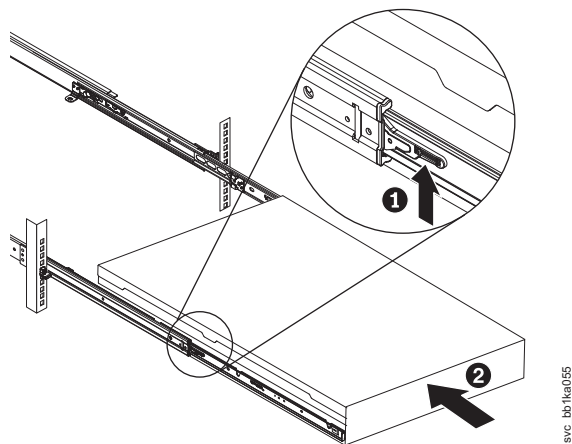

Figura 72. Levantando as Alavancas de Travamento dos Trilhos Deslizantes do Rack
11. Levante as alavancas de travamento (**1** na Figura 72 na página 90) nos trilhos deslizantes e empurre o servidor **2** completamente no rack até que ele encaixe.